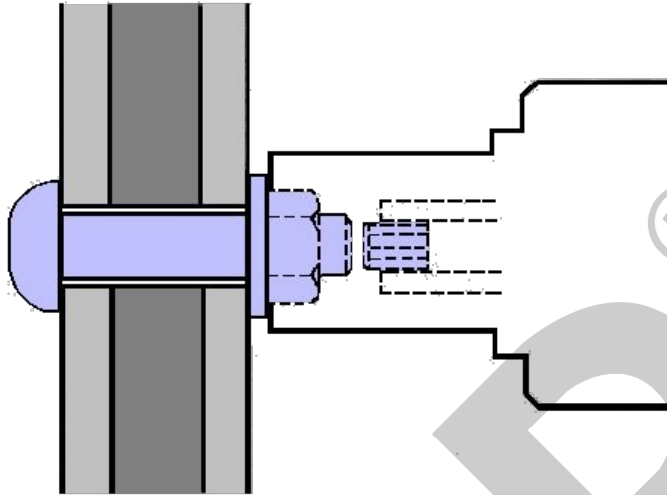

Fig 3.
3. Presser le bouton de démarrage. La douille extérieure tourne dans le sens horaire et serre l'écrou. Lorsque la précontrainte est correcte, la douille extérieure s'arrête de tourner, la douille intérieure tourne en sens inverse et rompt l'embout cannelé. (Fig 3)